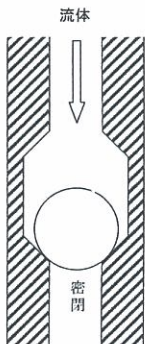

図3 バルブ球①
①液体や気体のような流体の通るパイプの端部に円錐座部分を設け、そこにボールを押し付けると簡単に密閉できます（図3参照）。